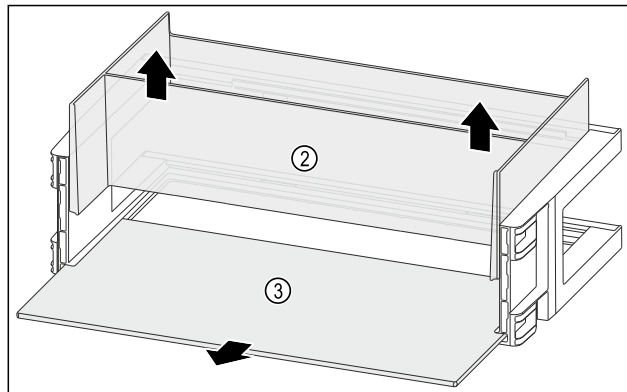

Fig. 109
- ▶ Organizator Fig. 109 (2) dvignite in odstranite.
- ▶ Odstranite polico za odlaganje Fig. 109 (3).